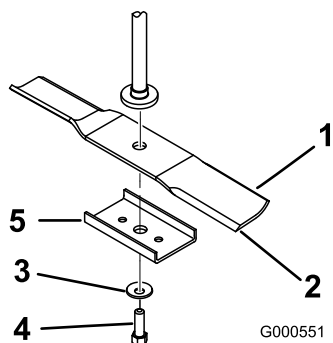

Figura 47
Sujete el extremo de la cuchilla usando un trapo o un guante grueso. Retire del eje el perno de la cuchilla, la arandela curva, el refuerzo de la cuchilla y la cuchilla (Figura 47).
- Instale la cuchilla en el eje (Figura 47).
- Instale el refuerzo de la cuchilla, la arandela curva (con la copa hacia la cuchilla) y el perno de la cuchilla (Figura 47).